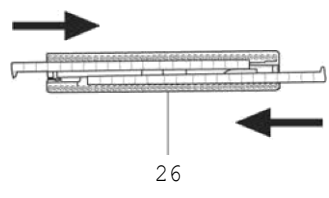

Abb. 10
Zur Montage der Borstenleiste (26) für Teppichboden und Teppiche, die steifen Bürsten mit nach innen gerichteten Loppchen in die dazu bestimmten Faltungen schieben (Abb. 10).